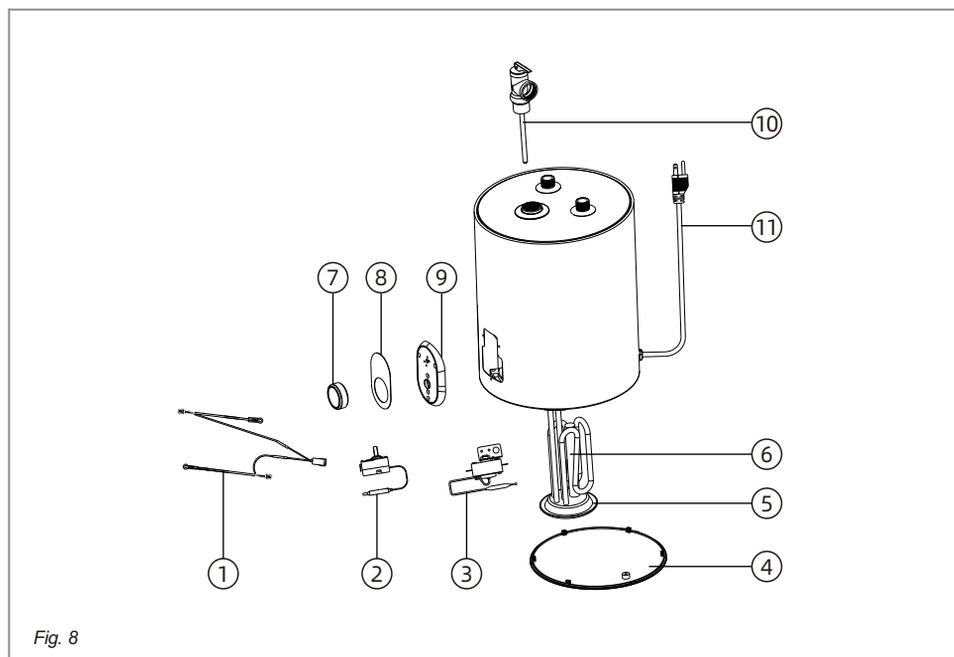

Fig. 8
- Retirez et remplacez la tige d'anode (Fig. 8).